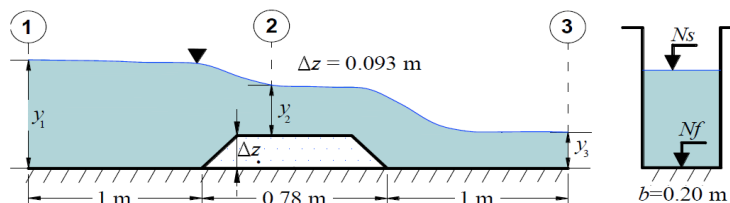

Figura 1. Secciones de medición en el canal
4. Identificar tres secciones de análisis como se muestra en la figura 1, localizando el tirante crítico calculado en el punto anterior en la sección dos.